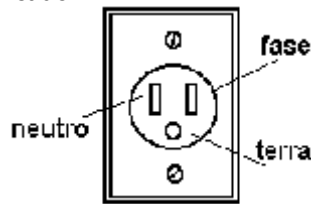

Figura 1: Instalação elétrica correta da tomada
- A alimentação deve ser fornecida por três condutores ligados à fase, neutro e terra, conforme mostra a **figura 1** deste certificado.